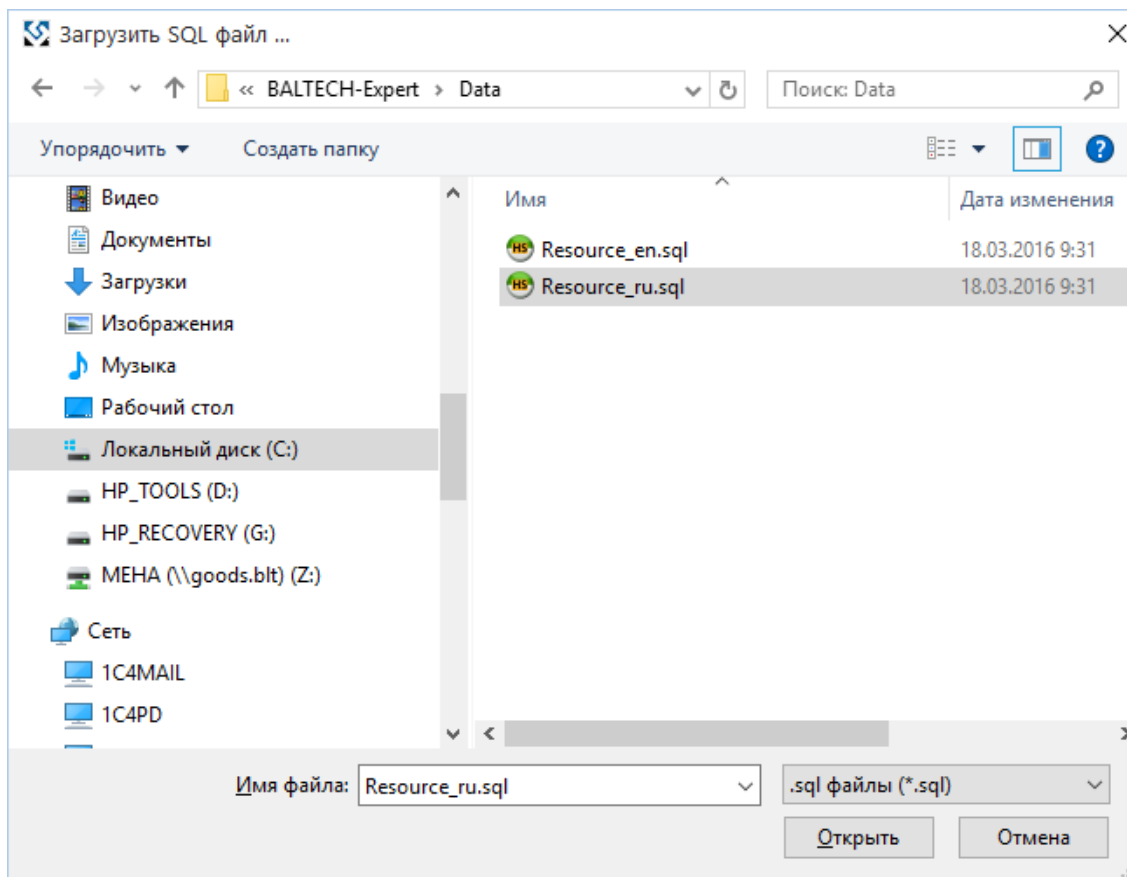

Рисунок 12. Окно выбора файла базы данных
2. После активации инструмента откроется окно выбора из ранее сохраненных баз данных (см. Рисунок 12), выберите ранее сохраненную базу данных и нажмите кнопку «Открыть»;